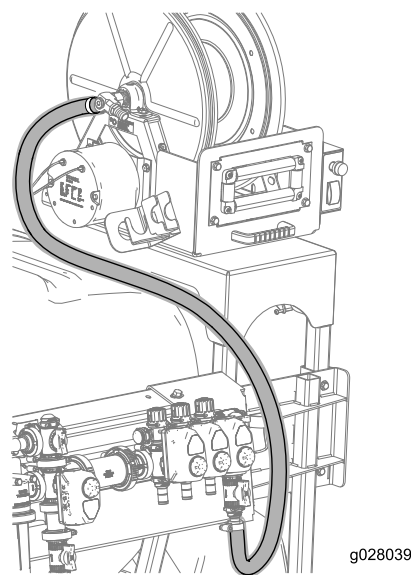

Figura 16
9. Collegate il flessibile (71 pollici) alla dentellatura del flessibile sul gruppo avvolgitubo e fissate il flessibile servendovi di una fascetta stringitubo come illustrato in Figura 16.